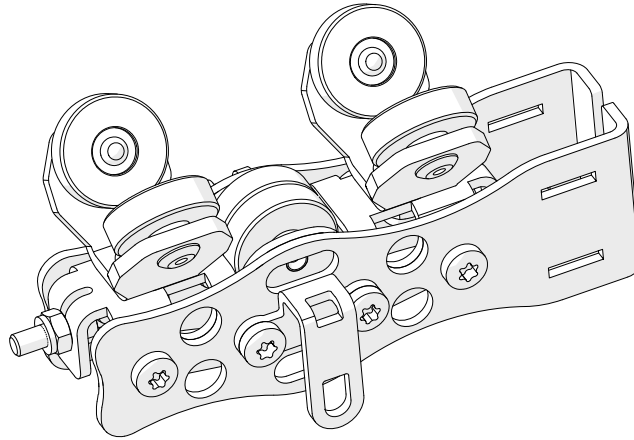

Abb. 59: Abgeschlossener Umbau zu OFFICE Zugwagen ohne Überzugbügel
- ✓ Der Zugwagen ist fertig montiert (siehe Abb. 59). Die Magnetplatte bzw. Magnetgegenplatte wird nach dem Aufhängen der Außenlagen befestigt (siehe auch *Kapitel 5.8.2 Außenlagen an OFFICE-Zugwagen* [► S. 91]).